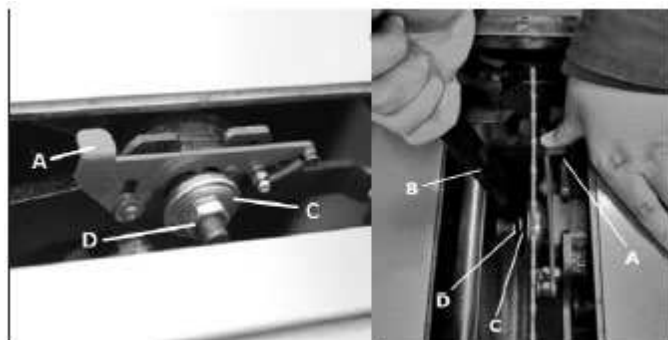

Рис. 14
1. Отвернуть шестигранную гайку (рис. 14, D) и снять наружный фланец (рис. 14, C) со шпинделя.
2. Поставить пильный диск диаметром 254 или 300 мм на шпиндель, проверив, чтобы зубья диска были обращены книзу, глядя спереди станка. Надеть наружный фланец (рис. 14, C), навернуть шестигранную гайку (рис. 14, D) на шпиндель и затянуть гайку рукой. Нажать на рычаг фиксации шпинделя (рис. 14, A) и ключом (рис. 14, B) надежно затянуть гайку.